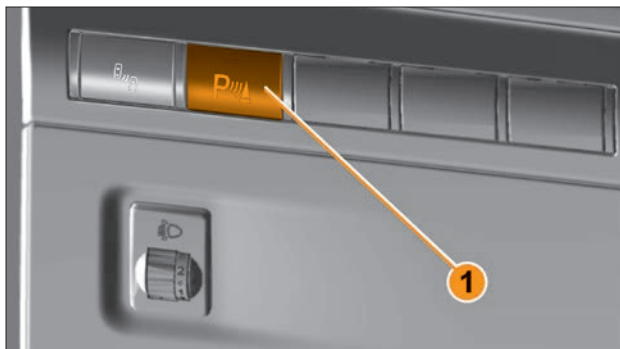

Рис. 5.15.3. Кнопка отключения СБП (в варианном исполнении)
СБП можно принудительно отключить нажатием на кнопку **1** (рис. 5.15.3) слева от руля:
1. После включения зажигания блок управления проводит комплексную проверку с целью обнаружения неисправных датчиков или других неисправностей системы. Если обнаружена неисправность системы, то светодиодный индикатор в кнопке 1 (см. рис. 5.15.3) выключения СБП переходит в режим мигания. О том, что СБП находится в режиме ошибки также сигнализирует соответствующая визуализация на экране мультимедийной системы (в варианном исполнении).